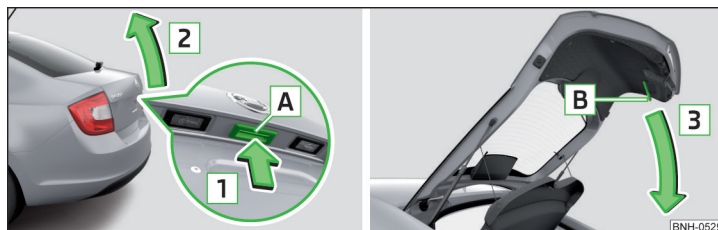

Fig. 40 Deschiderea/închiderea capotei portbagajului
- Apăsați tasta  în sensul săgeții  » fig. 40.